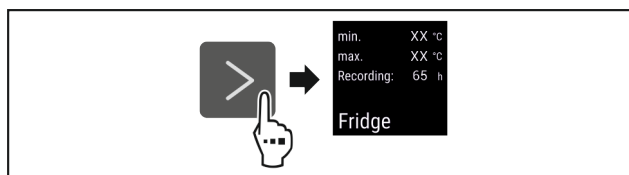

Fig. 136
- ▶ Hajtsa végre a művelet lépéseit (lásd Fig. 136) .